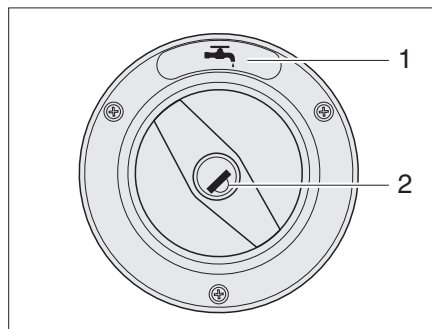
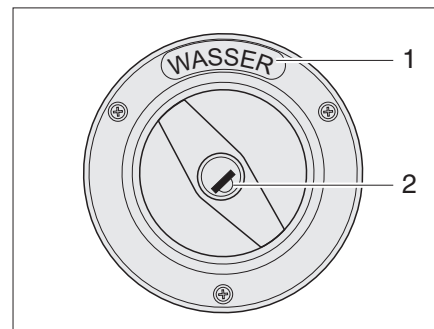

Figura 5 Tapa de cierre del tubo de llenado de agua potable (variante 1)
Figura 6 Tapa de cierre del tubo de llenado de agua potable (variante 2)
- El tubo de llenado de agua potable está marcado con el símbolo  (Figura 5,1) o el rótulo "WASSER" ("AGUA") (Figura 6,1).
- Introducir la llave en el cilindro de cierre (Figura 5,2 ó Figura 6,2) y girarla en sentido contrario a las agujas del reloj.